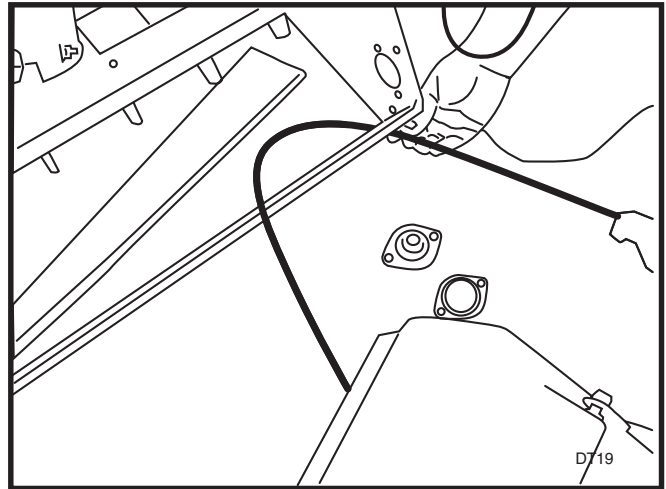

ABBILDUNG 1
3. Entfernen Sie die beiden (2) Halteringe des Hinterrads. (Sie sind nicht wiederverwendbar, neue Ringe liegen dem Bausatz bei.) Nehmen Sie das Rad von der Hinterachse ab. (In manchen Einheiten werden statt der Halteringe Splinte verwendet.)
4. Lösen Sie die eine (1) Stellschraube der Manschette. Lockern Sie die Manschette auf der Hinterachse mit einem Körner. Wiederholen Sie diesen Vorgang auf der anderen Seite des Geräts.
8. Führen Sie das Kabel vom Saatauswurf zwischen der Unterkante des Rahmens und der Oberkante der Gummiklappe hindurch. Siehe Abbildung 1.